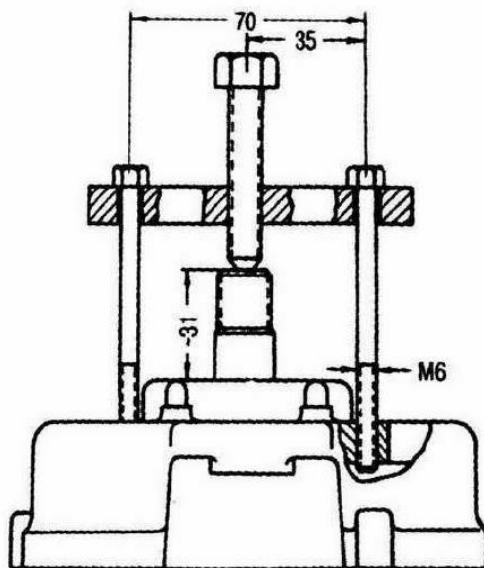

Рис.51. Снятие передней крышки генератора
6. Снять с вала ротора переднюю крышку вместе с подшипником, используя резьбовые отверстия в крышке и специальное приспособление (рис.51).